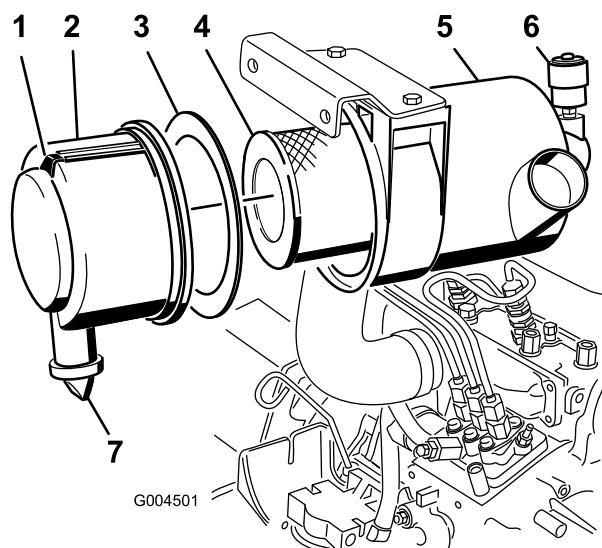

Figura 59
- Revise el filtro del limpiador de aire cuando el indicador del limpiador de aire se vea rojo (Figura 59) o cada 400 horas (más frecuentemente en condiciones extremas de polvo o suciedad). No limpie con demasiada frecuencia el filtro de aire.
1. Tire hacia fuera del enganche y gire la tapa del limpiador de aire en el sentido contrario a las agujas del reloj (Figura 59).
2. Retire la cubierta de la carcasa del limpiador de aire (Figura 59).
4. Retire y cambie el filtro primario (Figura 59).
6. Asegúrese de que la junta de gomaespuma está colocada en la tapa y que no está desgarrada ni dañada (Figura 59). Si está dañada, cámbiela.
- A. Retire la válvula de salida de goma de la cubierta (Figura 59).
10. Reinicie el indicador (Figura 59) si se ve rojo.